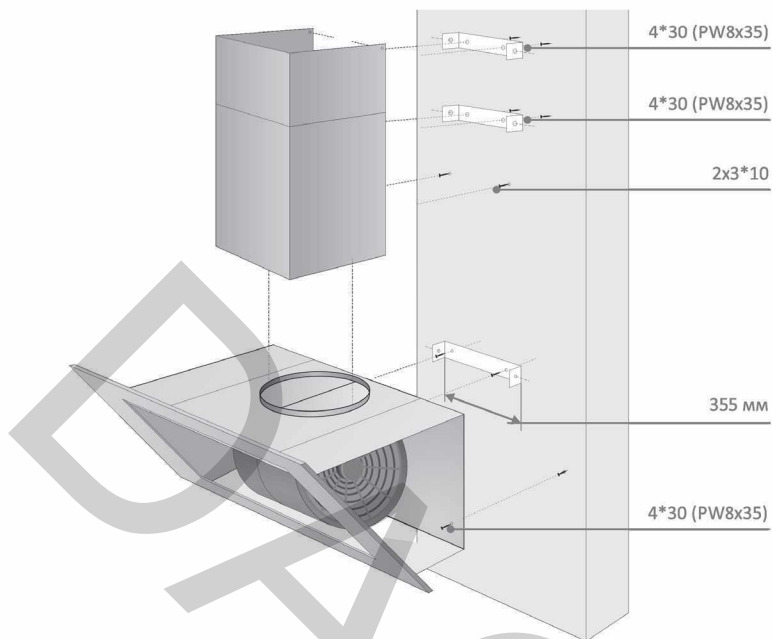

Рис. 8 Схема монтажа вытяжки
При навешивании наклонной вытяжки, перед установкой необходимо дополнительно 4 отверстия диаметром 8 мм, чтобы закрепить кронштейн болтами и дюбелями, идущими в комплекте. (Рис. 8)
2. Просверлите отверстия по отметкам (8\*40 мм). Вставьте дюбеля. Повесьте изделия и зафиксируйте саморезами (4\*30 мм). (Рис.8)